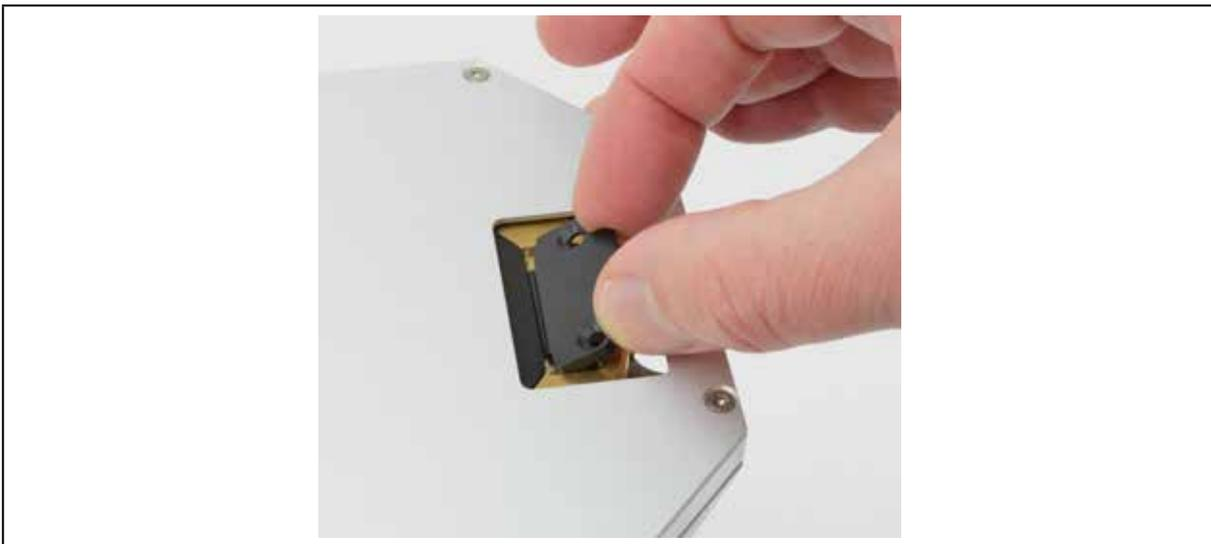

Abb. 15.5: Halteblech einsetzen
9. Setzen Sie das Halteblech mit der Führungsnut nach oben zeigend unter etwa 45 Grad mit kleinen Auf- und Ab-Bewegungen in die Rotationsscheibe ein und drücken es dann nach unten in die Aussparung (siehe Abb. 15.5).